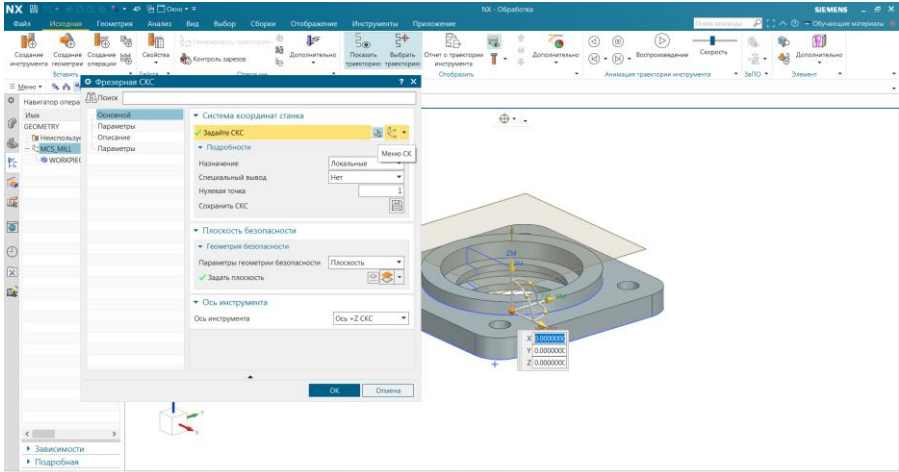
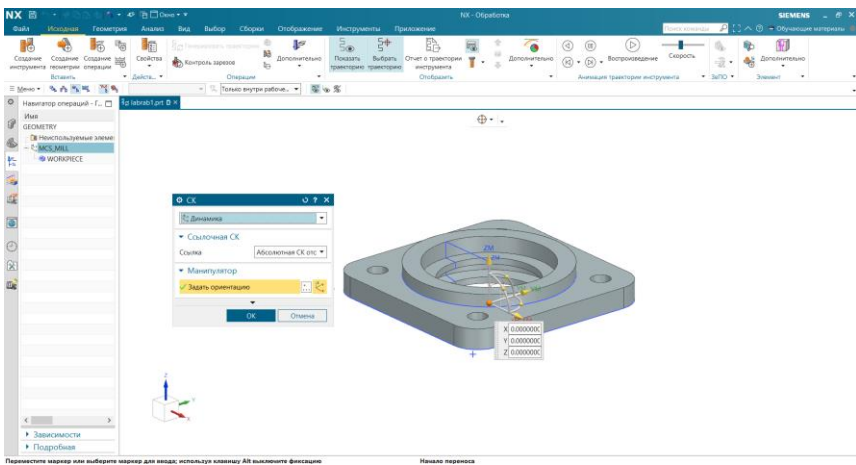

Рисунок 1.3 Вікно СКС
Рисунок 1.4 Вікно СК
4) Активуйте натисненням вкладки зліва «Навігатор операцій» та «Вид геометрії». Двічі клацніть по MSC MILL в навігаторові операцій (Вид геометрії). З'явиться діалогове вікно (рис. 1.3). Виконайте команду меню СК - відкриється ще одне діалогове вікно. Якщо встановлений тип «Динамика», то в графічній області СКС відобразиться з динамічними маркерами, за які систему координат можна переміщати і переорієнтувати (рис. 1.4). Захопіть СК мишкою за маркер початку СК і перемістите так, щоб вона прив'язалася до моделі, як показано на рисунку. Натисніть ОК. Переміщення можна зробити написавши відповідні координати з клавіатури.
5) Для попередження поломки інструменту необхідно задати площину безпеки для цього необхідно в діалоговому вікні (рис. 1.3) встановити параметр «Плоскость безопасности» тип «Плоскость» і виконаєте команду «Задать плоскость». У новому діалоговому вікні (де тип площини вказаний як контекстний) виберіть верхню грань моделі (рис. 1.6). У графічній області будуть відображені тимчасова площина і маркер зміщення. Задайте зміщення 10 мм (рис. 1.6). Натисніть ОК двічі.